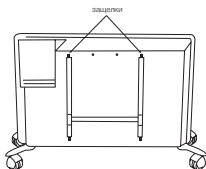

Рис. 4
- нажмите на защелки и потяните кронштейн на себя нажав вниз на две защелки (рис. 4);
Произвести чистку пространства позади установленного на стене обогревателя довольно несложно. Нажмите вниз две защелки (рис. 4) на задней стенке обогревателя, и потяните сам обогреватель вперед.